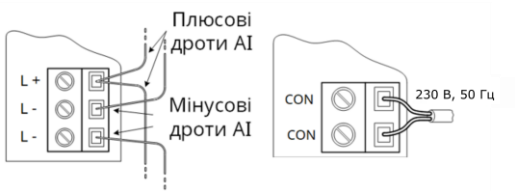

Рисунок 4.1 – Схеми підключень АІ та лінії контролю 230 В, 50 Гц
4.1 Для доступу до клем слід викрутити 2 гвинти на нижній стороні корпусу і зняти кришку. На Рис. 4.1 наведено підключення пристрою до АІ та лінії контролю 230 В, 50 Гц.